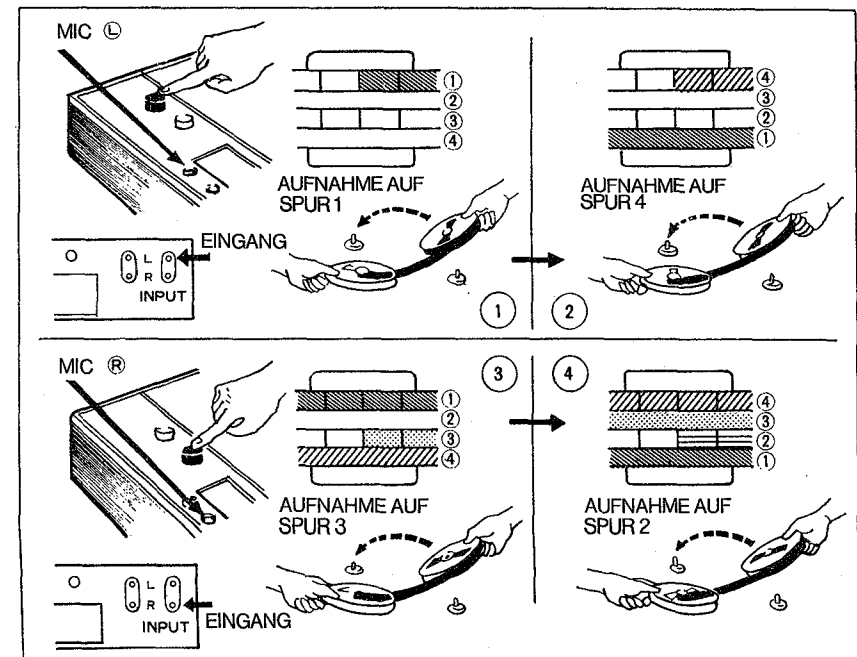

Abb. 7 Monaurale Aufnahme
- Monaurale Aufnahme in Vierspurtechnik (siehe Abb. 7)